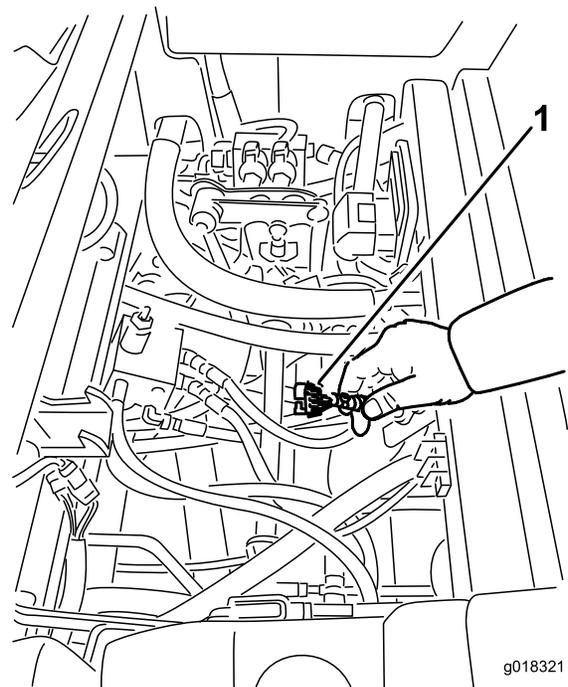

Figure 40
3. Localisez le faisceau de câblage et les connecteurs près du contrôleur (Figure 40).